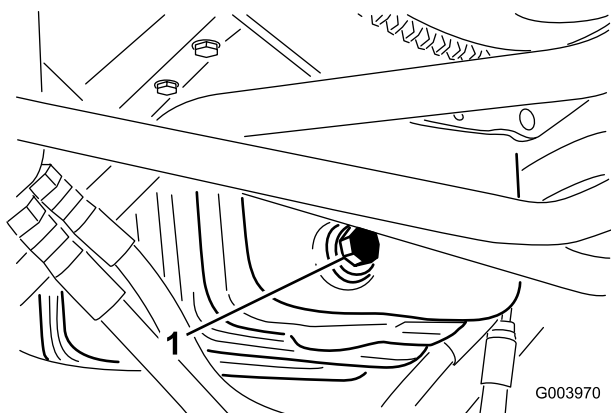

Figura 55
1. Retire o tampão de escoamento (Figura 55) e deixe o óleo escorrer para um recipiente adequado.